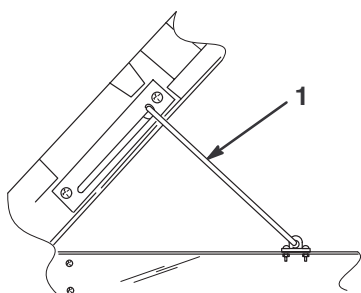

**Bild 18**
1. Schieben Sie den Riegel aufwärts in Richtung der Oberseite des Ausschnitts im Pritschenrahmen (Bild 18).
3. Bewegen Sie, um die Pritsche fest mit dem Chassis zu verbinden, den Riegel bis in den unteren Teil des Ausschnitts (Bild 18).